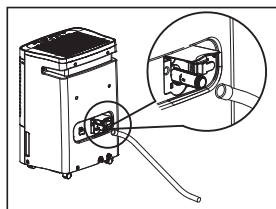

fig. 4
- c. Vissez le tuyau flexible à la portion filetée du joint de drainage. (Fig. 4)